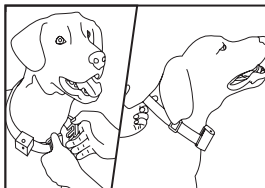

Fig. 6
- » Laissez toujours un espace d'une largeur de doigt sous le collier (Fig. 6).